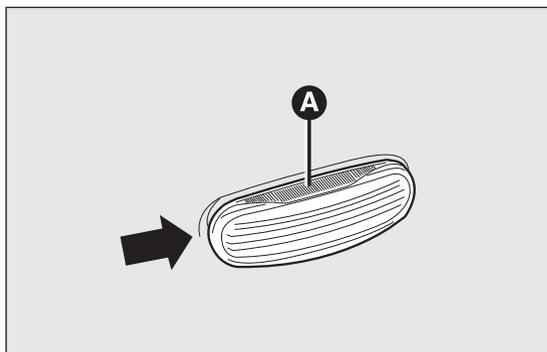
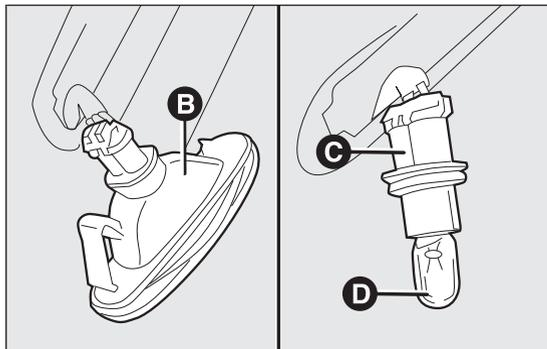

fig. 138
fig. 139
- intervenir en el transparente A fig. 138 de forma que se comprima el muelle interior B fig. 139, a continuación extraer el grupo hacia el exterior;